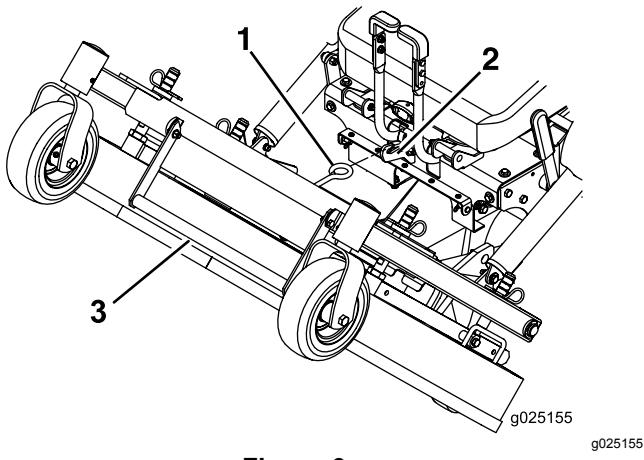

Figure 9
4. À l'aide de la poignée de levage du tablier, levez le tablier et verrouillez-le dans cette position (le verrou est situé à l'avant au centre du siège), comme montré à la Figure 9.
1. Tenez fermement la poignée de levage du tablier de coupe, déclenchez le verrou de la machine et abaissez lentement le tablier au sol (Figure 9).